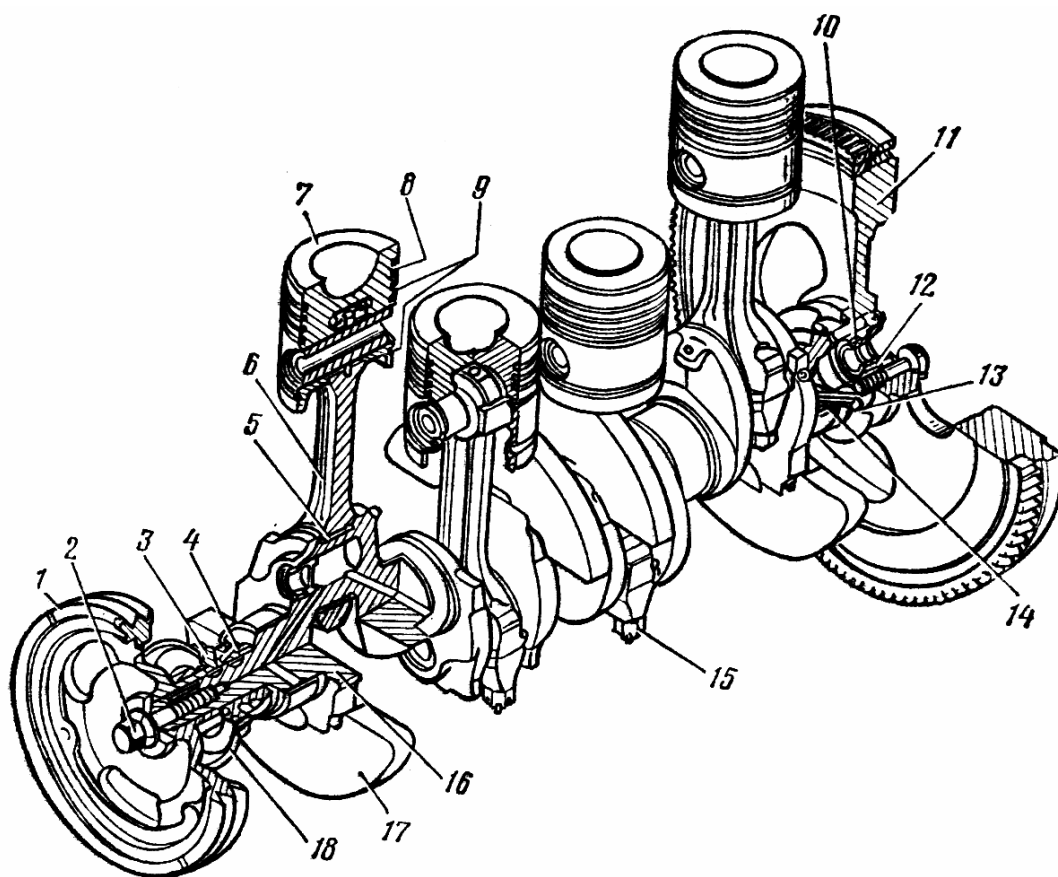

Рис. 1.13. Кривошипно-шатунный механизм двигателя Д-144:
3. Рассмотрите устройство поршня 7 (рис. 1.13). Уясните, каково назначение сферической выемки в днище поршня, смещенной на 5 мм от оси поршневого пальца в правую сторону двигателя.